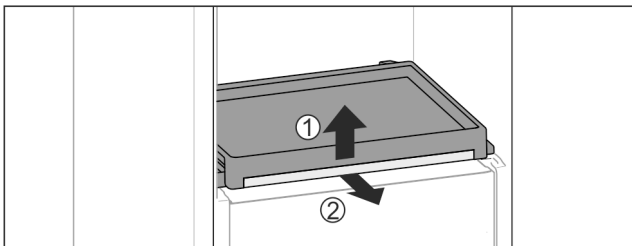

Fig. 42
- ▶ Выньте выдвижную панель со стеклянной панелью: Слегка приподнимите спереди стеклянную полку Fig. 42 (1) и потяните вперед Fig. 42 (2).